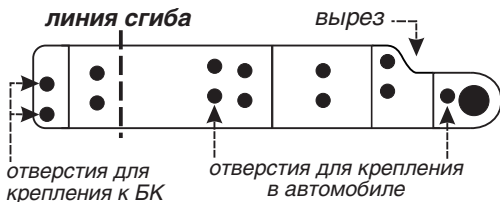
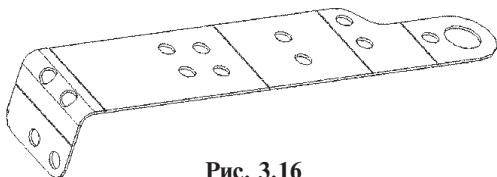

Рис. 3.15
Рис. 3.16
8. Бортовой компьютер устанавливается на двух кронштейнах. Кронштейн, внешний вид которого приведен на рис. 3.15, представляет собой металлическую пластину.
9. Согните пластины по линии сгиба, рис. 3.15, под прямым углом, как показано на рис. 3.16, сгибайте кронштейны в противоположные стороны (зеркально), учитывая, что кронштейны будут устанавливаться один с правой, другой с левой стороны.